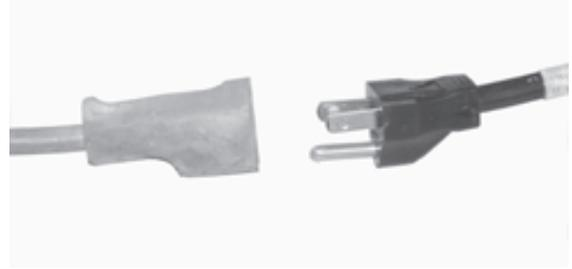

Abbildung 30.
1. Siehe Abbildung 30. Stromkabel von Stromversorgung trennen.